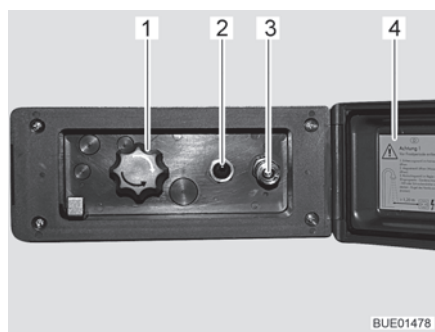

Fig. 106 Raccordo doccia esterno
- Sganciare ed aprire il coperchio (Fig. 106,4).
- Collegare il tubo flessibile della doccia esterna alla chiusura rapida (Fig. 106,3).
- Accendere la pompa dell'acqua con l'interruttore (Fig. 106,2).
- Regolare la temperatura dell'acqua ai gradi desiderati mediante la manopola (Fig. 106,1).
- Spegner la pompa dell'acqua con l'interruttore (Fig. 106,2).
- Spegnerne la pompa dell'acqua con l'interruttore (Fig. 106,2).
- Chiudere il coperchio (Fig. 106,4) e bloccarlo con la chiave.
- Ruotare la manopola (Fig. 106,1) sulla posizione centrale.